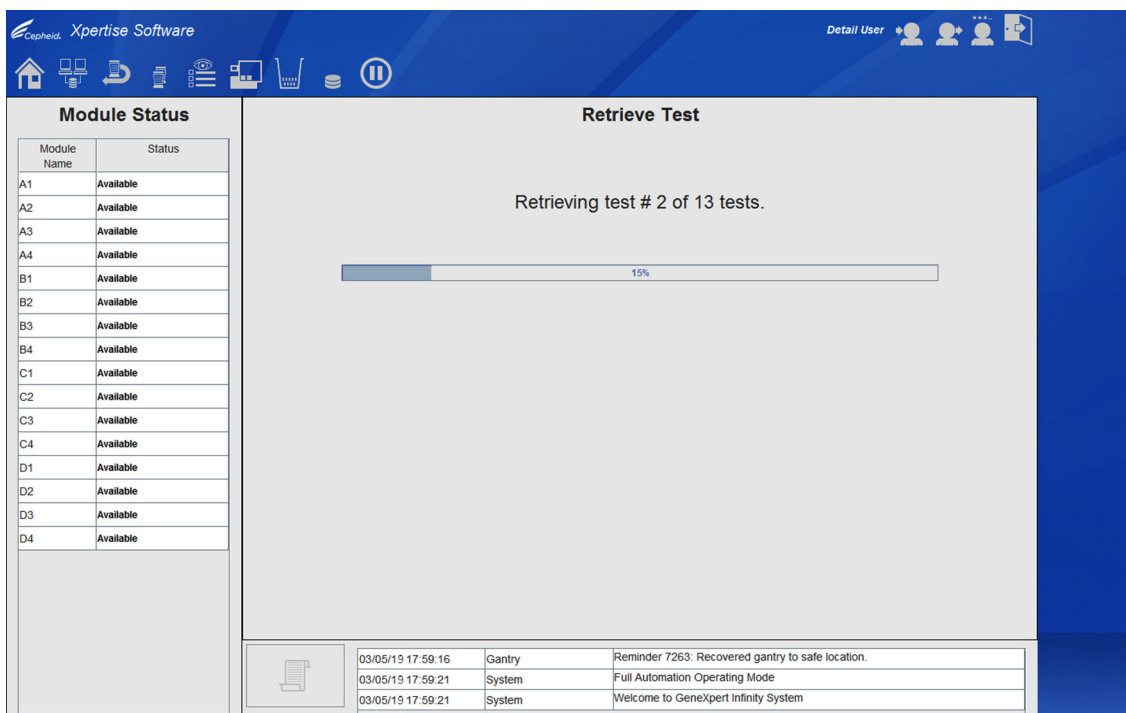
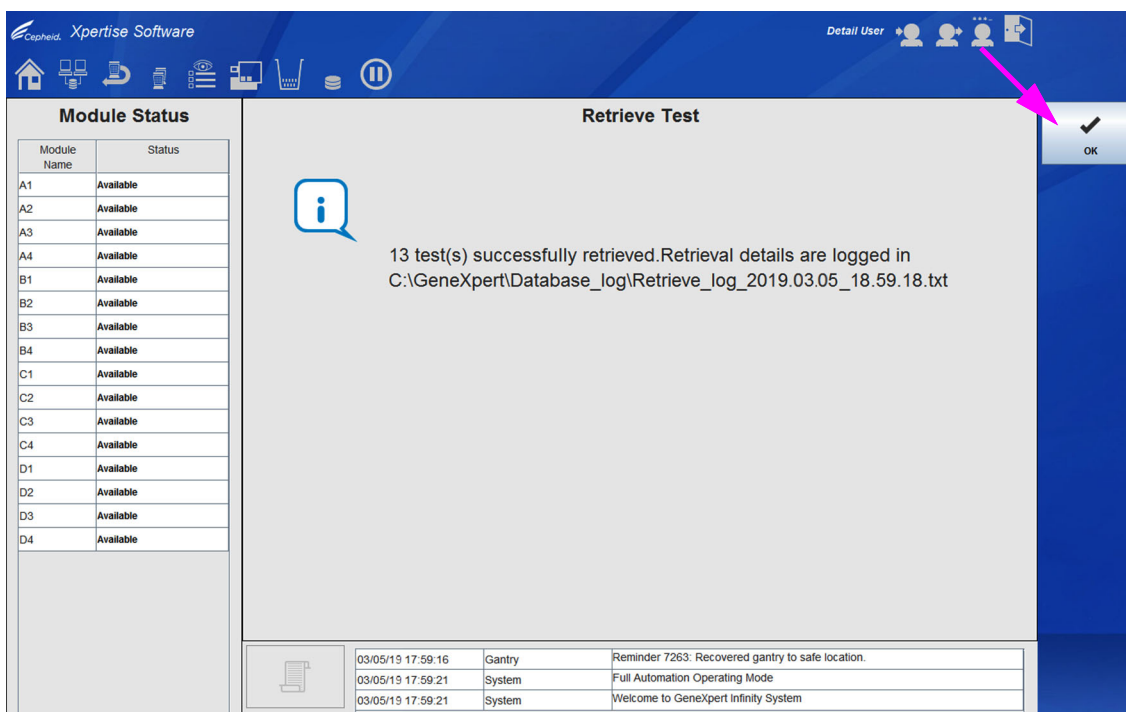

图 5-143. 显示进度条的检索测试 (Retrieve Test) 工作区
图 5-144. 显示检索完成的检索测试 (Retrieve Test) 工作区
6. 选择**继续 (PROCEED)** 按钮。对于较大的存档文件，检索测试 (Retrieve Test) 工作区显示一个进度条，指示检索测试过程的进度（请参见图 5-143）。将出现一条消息，确认已检索了测试。请参见图 5-144。